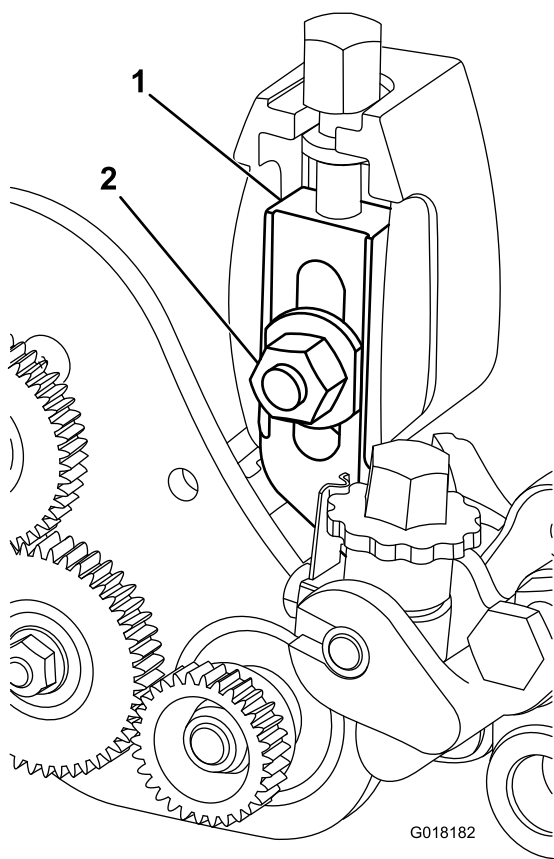

**Figura 28**
3. Rimuovete il dado di bloccaggio e la rondella Belleville che fissano l'estremità dell'asta del gruppo braccio dell'altezza di taglio al gruppo di trasmissione del groomer (Figura 28).